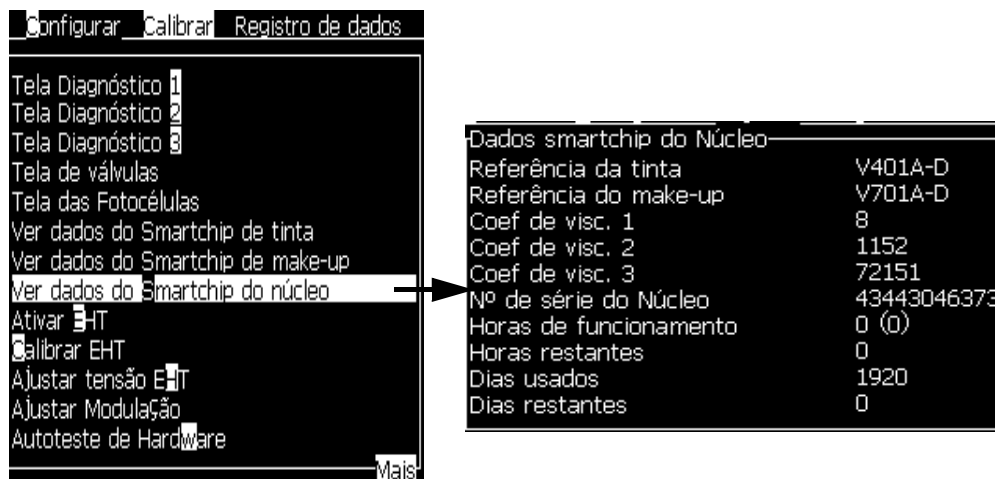

Figura 4-17: Exibir dados de chip inteligente da tinta
- 1 Selecione o menu Exibir dados de chip inteligente do núcleo da tinta de Calibração (Figura 4-17) para visualizar o tempo de funcionamento do núcleo de tinta em horas, os dias usados e os dias restantes do núcleo de tinta. Essa informação só é redefinida quando o núcleo de tinta é trocado.